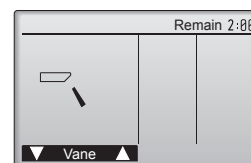

Fig. 7-4
- 2 Πατήστε το πλήκτρο [EΠΙΛΟΓΗ] για να εμφανιστεί η οθόνη της λειτουργίας Vane (Πτερύγιο πτερωτής) και, στη συνέχεια, πατήστε τα κουμπιά [F1] και [F2] για να ελέγξετε την αυτόματη διακύμανση της κατεύθυνσης του αέρα. (Fig. 7-4)